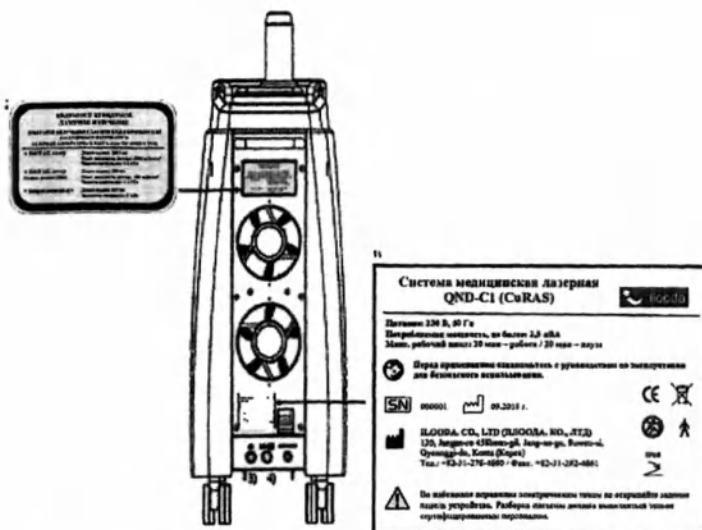

Рисунок 21 – Маркировка системы: задняя панель основного блока
5.6.4 Маркировка основного блока: задняя панель (рисунок 21, таблица 7, 8).